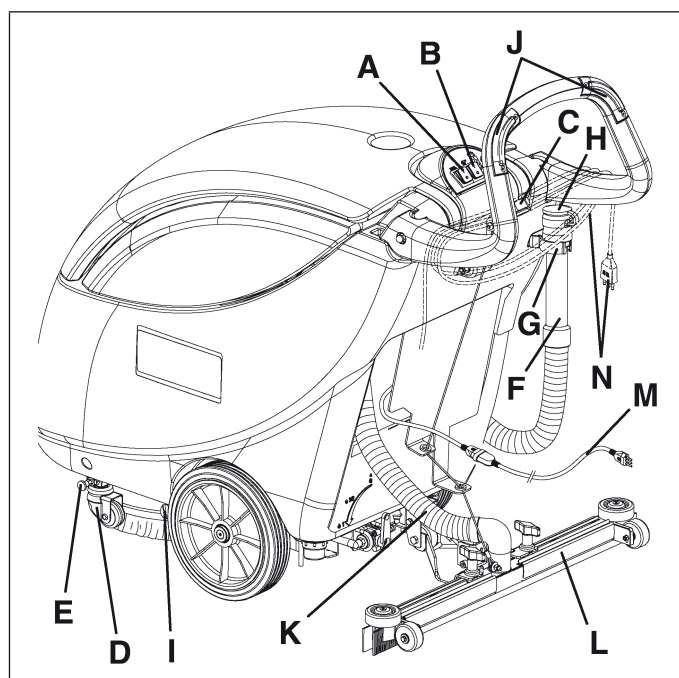

Figure 13
1. Arrêter la machine en positionnant les interrupteurs de rotation brosse et d'aspiration (A et B, Fig. 13) sur "0".
2. Débrancher la fiche du câble d'alimentation (M, Fig. 13) du réseau électrique. Enrouler le câble d'alimentation autour du guidon en position (N).
3. Soulever l'embouchure au moyen du levier (C, Fig. 13).
5. Au moyen du guidon, soulever la brosse/disque et activer le dispositif de stationnement (D, Fig. 13) après avoir actionné la goupille correspondante (E).
6. Dégager le tuyau de vidange de l'eau de récupération (F, Fig. 13) du support (G), ouvrir le couvercle (H), puis abaisser le tuyau (F) et vider le réservoir de l'eau de récupération. Le travail effectué, rincer le réservoir à l'eau propre.
8. Vider le réservoir de la solution en ouvrant la soupape de vidange (I, Fig. 13). Le travail effectué, rincer le réservoir à l'eau propre.
- Positionner l'interrupteur de la brosse (A, Fig. 13) sur "1".
- Avec la brosse/plateau support disque soulevé, appuyer sur l'un ou les deux boutons-poussoirs (J, Fig. 13) pour quelques secondes, puis les relâcher : cette procédure permet de dégager la brosse/plateau support disque.